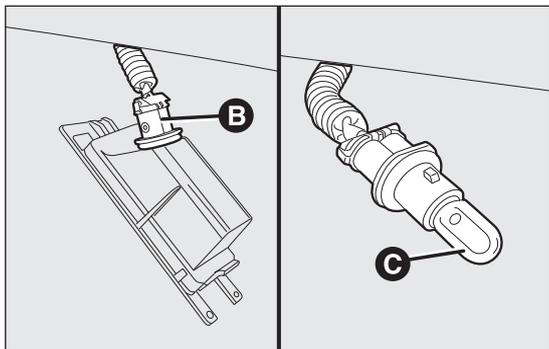

fig. 147
- tourner la douille B fig. 147 dans le sens contraire aux aiguilles d'une montre, puis enlever l'ampoule C.